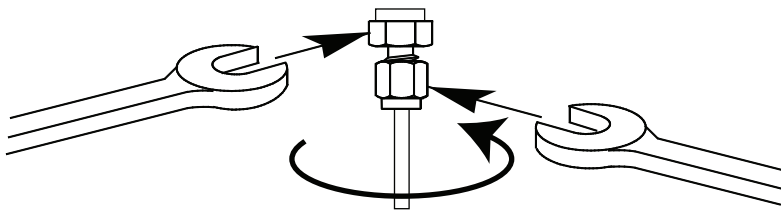

图 21 最终拧紧
- 8 对于 1/8 英寸的 Swagelok（接头套管）接头，请使用一对扳手拧动一圈的 3/4（请参见图 21）。